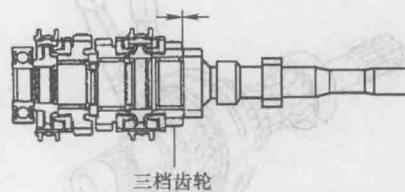

图 1-16 检测三档齿轮轴向间隙
16) 用塞尺检测三档齿轮轴向间隙, 标准值为 $0.1 \sim 0.35\text{mm}$, 如图 1-16 所示。